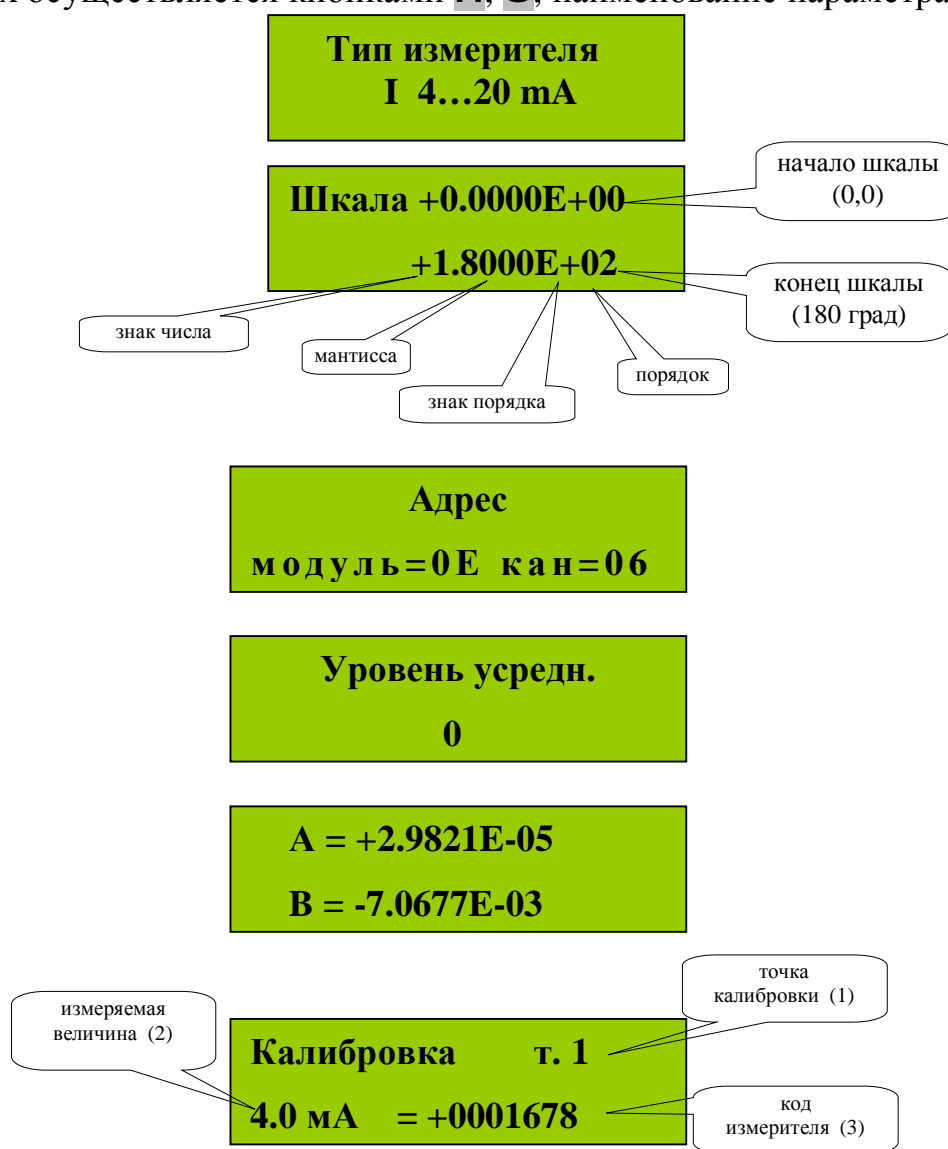

Рис.25
- 1) пользуясь изложенной в данном разделе методикой перейти к окну отображения **Калибровка**, рис.25;
- 2) нажать кнопку **OK**, при этом курсор установится в позицию (1);
- 3) установить на входе измерителя входное воздействие, соответствующее значению, указанному в позиции (2) (эти значения могут быть изменены, для чего следует перейти, нажатием кнопки **↶** в позицию (2), далее с помощью кнопок **↵** или **↶** установить требуемое значение);
4) дождаться установления значения в позиции (3) (меняются только 2 последних знака) и нажать кнопку **OK** для фиксации значения точки;
5) нажать кнопку **ñ**, при этом в позиции (1) отобразится **2** - выбор второй точки калибровки, повторить п.3), 4);